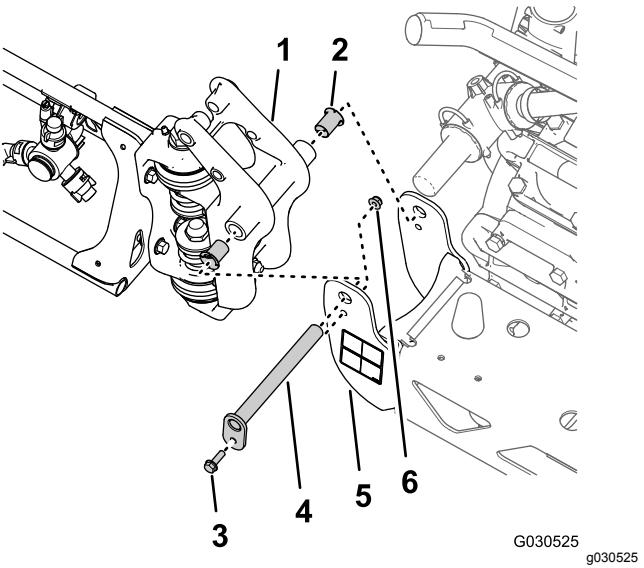

Figura 40
- Retire o parafuso flangeado (5/16 x 1 pol.) e a porca de bloqueio flangeada (5/16 pol.) que fixam o pino de articulação ao suporte da articulação (Figura 40).
2. Retire o pino de articulação do suporte da articulação para a secção de pulverização central e a união da articulação para a secção de pulverização exterior (Figura 40).
3. Separe a secção de pulverização exterior da secção de pulverização central e retire a secção exterior da máquina (Figura 40).
4. Retire os dois casquilhos de flange de nylon da união da articulação da secção de pulverização exterior (Figura 40).